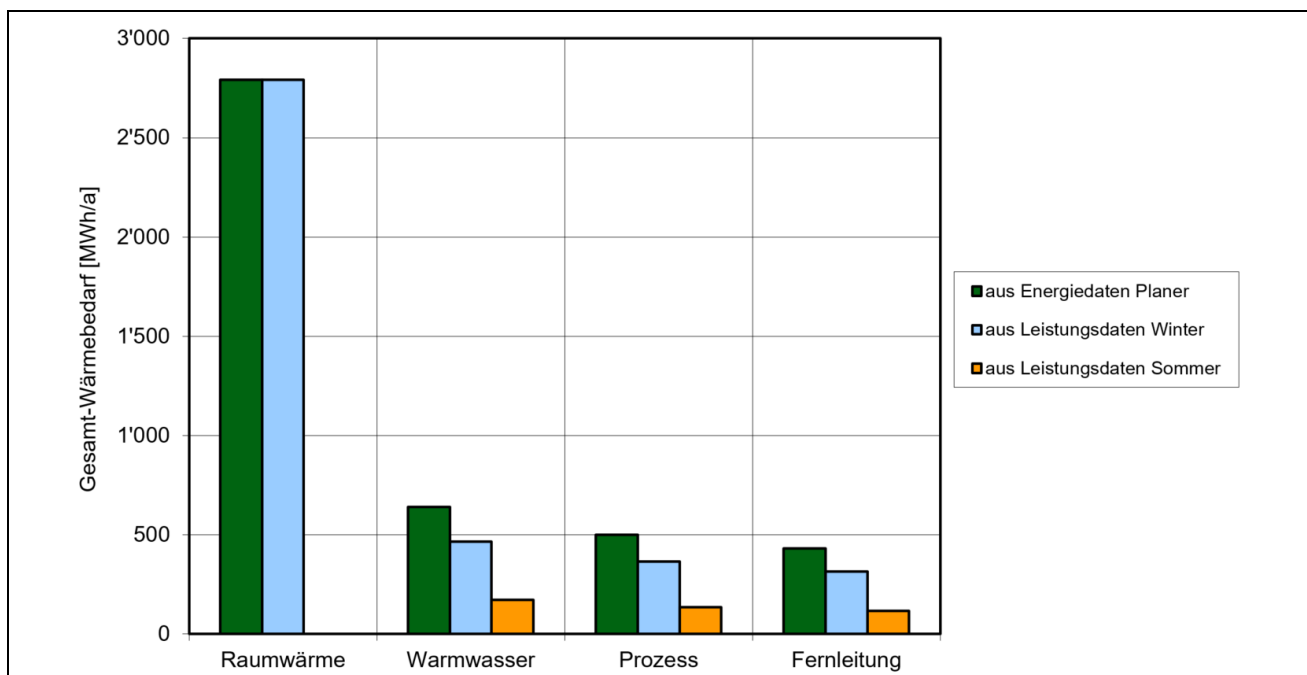

Abbildung 15: Vergleich Gesamt-Wärmebedarf
Dies entspricht dem prozentualen Verhältnis des blauen Balkens zum grünen Balken der Spalte Raumwärme in der Abbildung 15. Der blaue Balken ist der berechnete Energiebedarf für Raumwärme aus den Leistungsangaben der einzelnen Verbraucher und der gewählten Klimastation. Der grüne Balken ist die Summe der Energiebedarfsangaben der einzelnen Verbraucher.
5.6.4 Vergleich Gesamt-Wärmebedarf (Abbildung 15)
1. Das Altersheim als einzelnen Wärmeabnehmer eingeben. Raumtemperatur und Heizgrenze auf die für das Altersheim gültigen Werte einstellen, z. B. 22/17°C. Dies ergibt die für das Altersheim gültigen Werte für den Wärmeleistungs- und Heizwärmebedarf und damit die für das Altersheim gültige Höhe H1 des rechten Balkens «Raumwärme» in Abbildung 15.
2. Raumtemperatur und Heizgrenze entsprechend dem übrigen Gebäudebestand einstellen, z. B. 20/15°C. Dadurch reduziert sich der Heizwärmebedarf in Abbildung 15 von H1 auf H2.
1. Das Schulhaus als einzelnen Wärmeabnehmer eingeben. Raumtemperatur und Heizgrenze entsprechend Normalbetrieb einstellen, also 20/15°C. Resultierender Heizwärmebedarf H1 ablesen (rechter Balken «Raumwärme» in Abbildung 15).